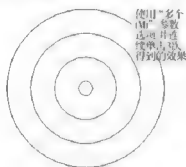

图 4-17
- (1) 指定偏移距离参数选项: 主要作用是指定偏移对象与被偏移对象之间的距离。
- (2) 通过(T)参数选项: 主要作用是指定偏移对象通过的点。
- (3) 删除(E)参数选项: 主要作用是偏移完对象之后, 将其源对象删除。
- (4) 图层(L)参数选项: 主要作用是指定偏移对象放置在源对象图层还是当前图层。执行该参数选项之后, 出现“输入偏移对象的图层选项 [当前(C)/源(S)] <源>:”提示供用户选择。
- (5) 多个(M)参数选项: 主要作用是使用当前偏移距离操作(在偏移出来的对象基础上进行偏移), 如图4-17所示, 并接受附加的通过点。